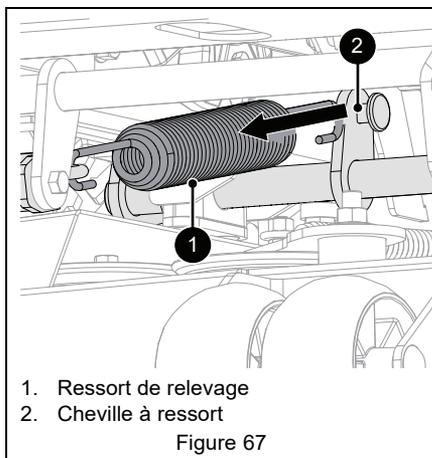

Figure 67
5. Décrocher doucement les ressorts d'aide au relevage de l'ancrage du ressort situés de chaque côté de la machine. Voir Figure 67.